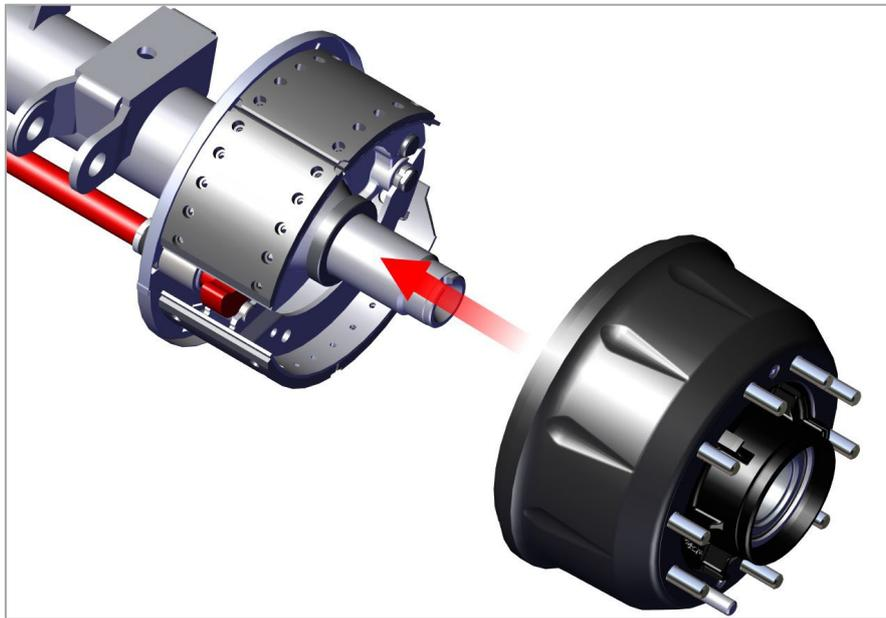

Рис. 10. Монтаж тормозного барабана
1) Если ступица и барабан были сняты с оси, то выполняйте монтаж компонентов в порядке, обратном порядку снятия (рис. 10).